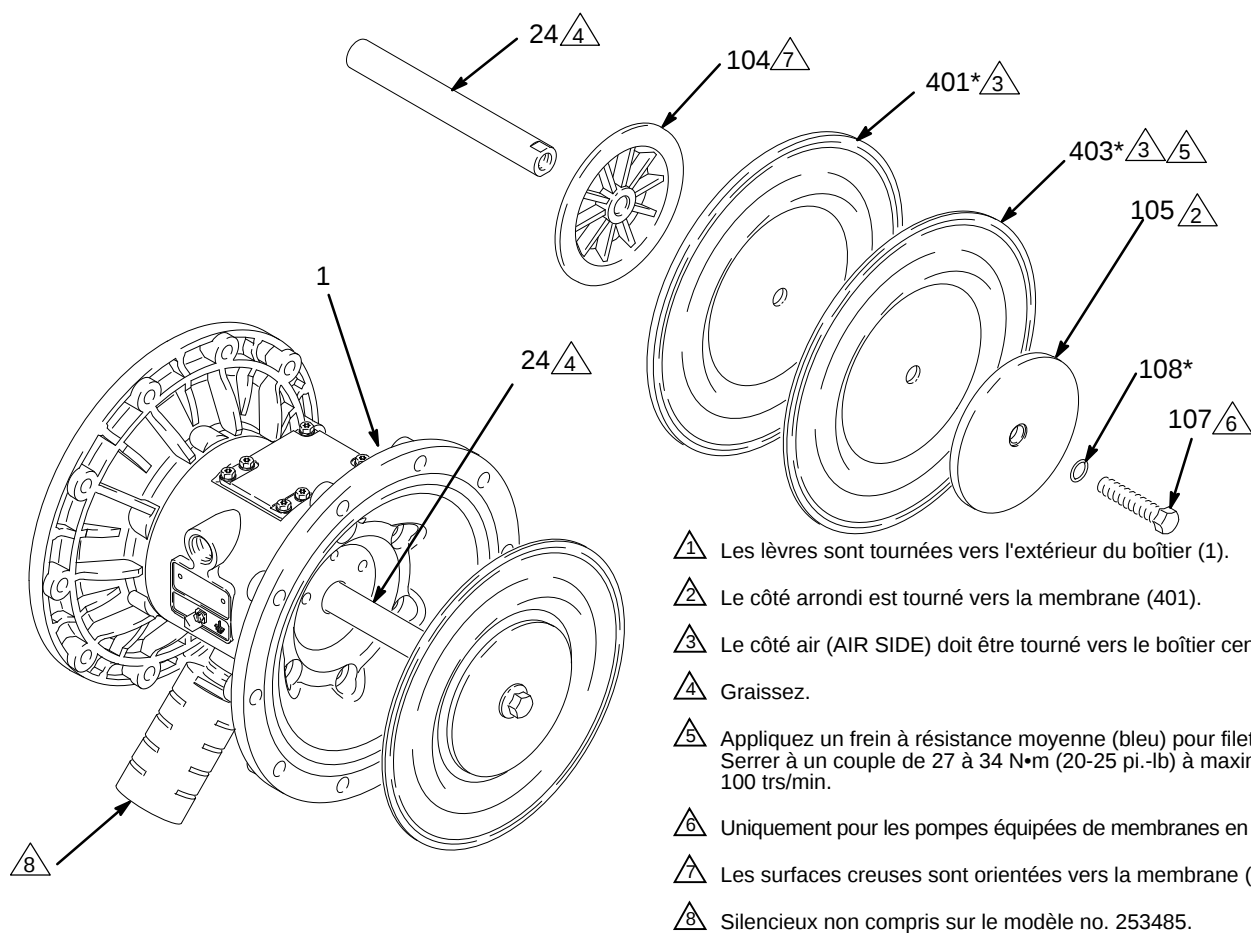
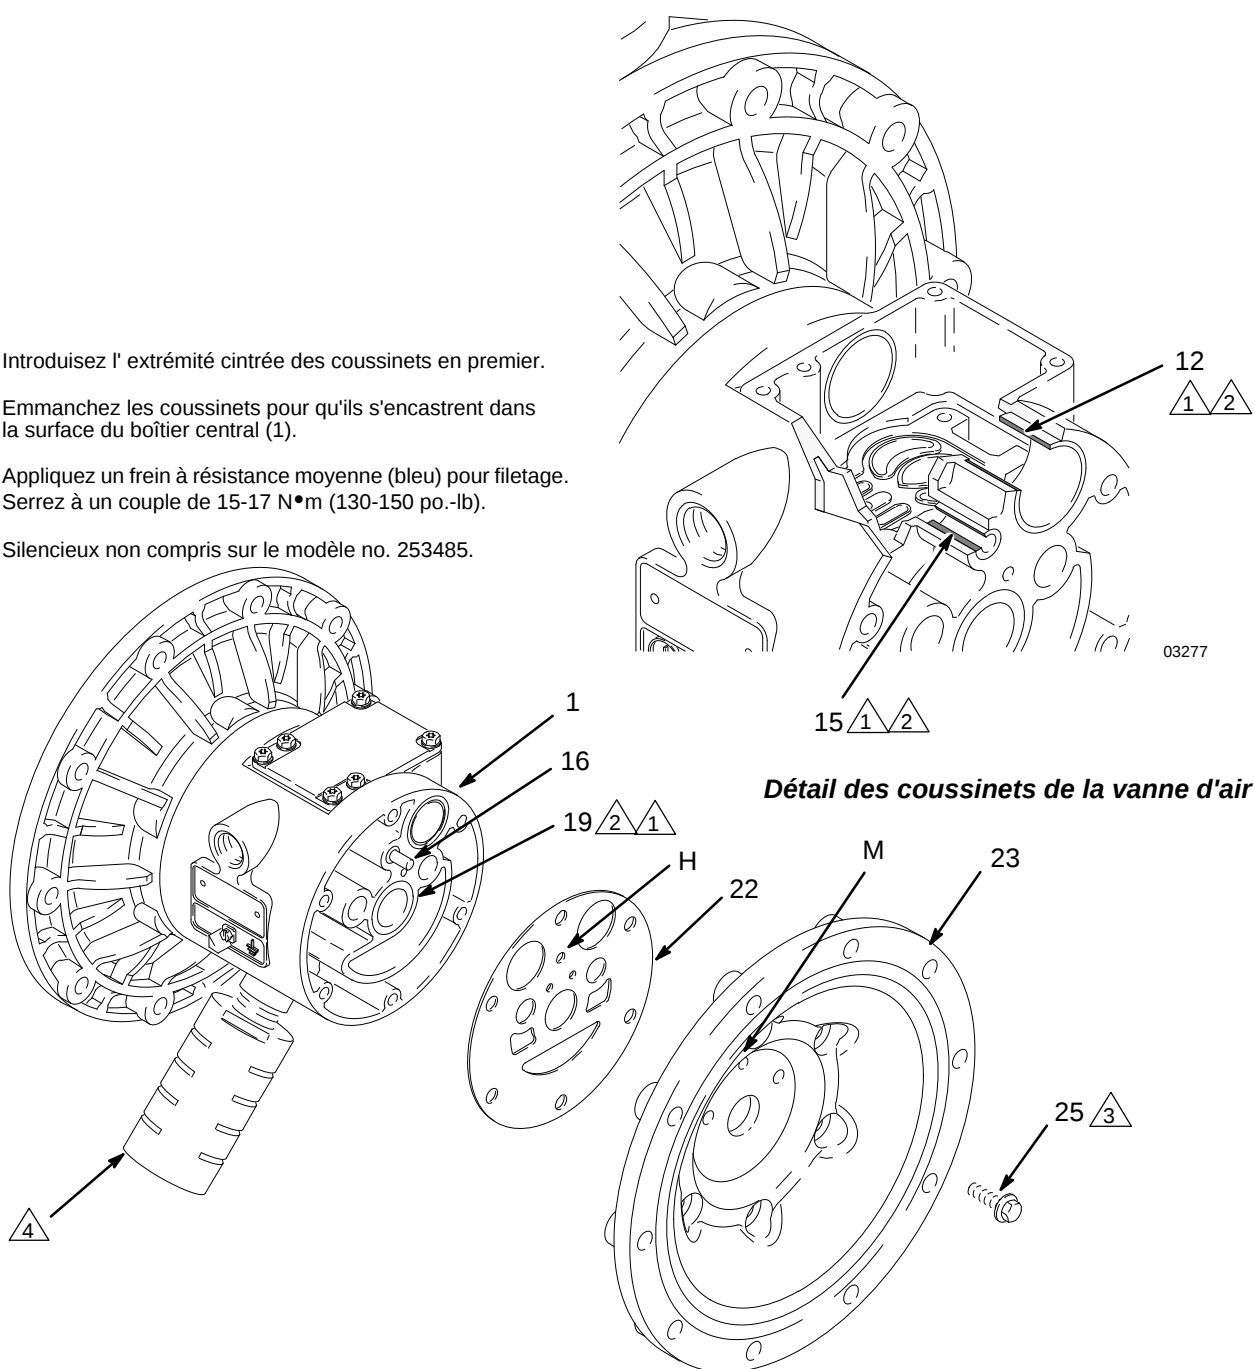

FIG. 12
FIG. 13
4. Avec une clé à douille de 15 mm pour les deux boulons (1 po. pour les modèles en acier inoxydable), desserrer les boulons (107) de l'axe de la membrane sans les déposer. *REMARQUE : cette étape ne concerne pas les pompes avec des membranes surmoulées.*
5. Dévissez un boulon de l'axe de membrane (24) et retirez le joint torique (108), la plaque de membrane côté liquide (105), la membrane en PTFE (403, utilisée seulement sur les modèles en PTFE), la membrane (401) et la plaque de membrane côté air (104). Consultez FIG. 12.
1. Placez les joints en coupelle (402*) de l'axe de sorte que les lèvres soient orientées vers **l'extérieur** du boîtier (1). Lubrifiez les joints. Consultez FIG. 12.
2. Montez l'ensemble membrane sur l'une des extrémités de l'axe (24) de la manière suivante. *Pour les pompes avec des membranes surmoulées, passer directement à l'étape g.*
a. Placez le joint torique (108*) sur le boulon (107) de l'axe.
b. Installez le plateau de la membrane (105) côté liquide sur le boulon de sorte que les surfaces arrondies soient orientées à l'intérieur, vers la membrane (401).
c. *Pour les modèles en PTFE uniquement,* installez la membrane en PTFE (403*). Assurez-vous que le côté marqué AIR SIDE (CÔTÉ AIR) est bien orienté vers le boîtier central (1).
d. Installez la membrane (401*) sur le boulon. Assurez-vous que le côté marqué AIR SIDE (CÔTÉ AIR) est bien orienté vers le boîtier central (1).
e. Placez le plateau de membrane côté air (104) de sorte que la face creuse soit tournée vers la membrane (401).
f. Appliquez un adhésif frein-filet de force moyenne (bleu) sur les filetages des boulons (107). Vissez le boulon (107) dans l'axe (24) en le serrant à la main.
g. *Pour les membranes surmoulées :* montez le plateau côté air (104) sur la membrane (403). Le côté le plus large, arrondi, du plateau doit être orienté vers la membrane. Enduire les filetages de l'ensemble de membrane de frein-filet à résistance moyenne (bleu). Vissez l'ensemble dans l'axe (24) en le serrant à la main.
3. Graissez l'axe de membrane (24) sur la longueur et aux extrémités, puis glissez-le à travers le boîtier (1).
5. Retirez les vis (25) maintenant les capots à air (23) sur le boîtier central (1) à l'aide d'une clé à douilles de 10 mm. Consultez FIG. 13.
6. Retirez les joints (22) des capots à air. Remplacez toujours les joints par des éléments neufs.
7. Utilisez un extracteur de coussinet pour retirer les coussinets (19) de l'axe de membrane, les coussinets (12) de la vanne d'air ou les coussinets (15) de l'axe de commande. n'enlevez pas les coussinets intacts.
8. Si les coussinets (19) de l'axe de membrane ont été retirés, introduisez une pointe pour joint torique dans le boîtier principal (1), accrochez les joints en
coupelle (402) puis sortez-les du boîtier. Vérifiez les joints. Consultez FIG. 12.
1. S'ils ont été retirés, placez les joints en coupelle (402*) de l'axe de sorte que les lèvres soient tournées vers **l'extérieur** du boîtier (1).
2. Les coussinets (12, 15 et 19) sont cintrés et ne peuvent être installés que dans un sens. Insérez les coussinets dans le boîtier central (1), **extrémité cintrée en premier**. Emmanchez le coussinet de sorte qu'il soit encastré dans la surface du boîtier central en utilisant une presse ou un bloc et un maillet en caoutchouc.
4. Placez le nouveau joint (22) de capot à air de sorte que l'axe de commande (16) dépassant du boîtier central (1) s'insère exactement dans l'orifice (H) adéquat du joint.
5. Alignez le couvercle à air (23) de sorte que l'axe de commande (16) entre dans l'orifice intermédiaire (M) parmi les trois petits orifices proches du centre du couvercle. Appliquez de l'apprêt et du frein-filet à résistance moyenne (bleu) sur le filetage de la vis (25) et serrez les vis à la main. Consultez FIG. 13. Serrez les vis à l'opposé et de manière uniforme à un couple de 15-17 N•m (130-150 po.-lb) à l'aide d'une clé à douille de 10 mm.